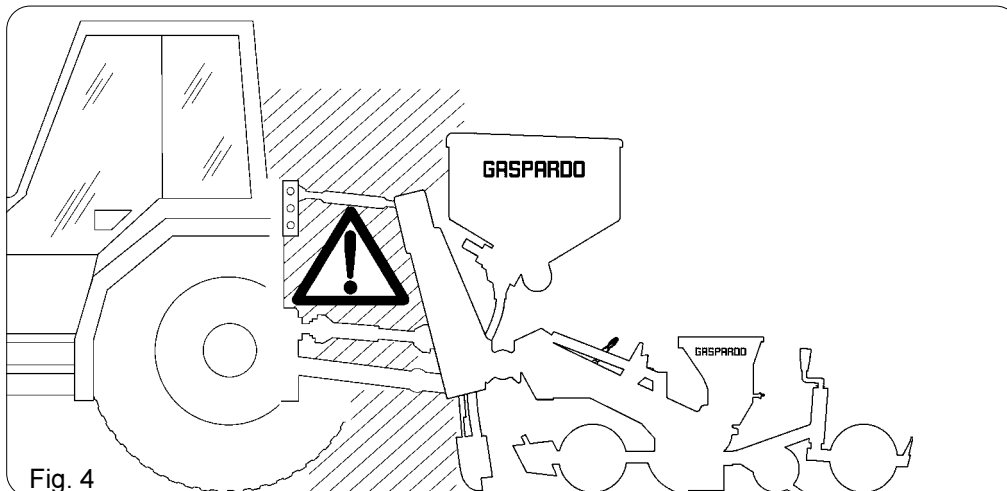

Fig. 4
- 25) È assolutamente vietato interporre fra il trattore e l'attacco per manovrare il comando dall'esterno per il sollevamento (Fig. 4).
- 25) *It is absolutely forbidden to stand between the tractor and linkage for manoeuvring the lifting controls from the outside (Fig. 4).*
- 25) Es ist strengstens verboten zwischen den Schlepper und den Anschluß zu treten, um die Hubsteuerung von aussen zu betätigen (Abb. 4).
- 25) *Il est absolument interdit de se mettre entre le tracteur et l'attelage pour manoeuvrer la commande de levage de l'extérieur (Fig. 4).*
- 25) Es absolutamente prohibido colocarse entre el tractor y el gancho para mover el mando de elevación, desde el exterior. (Fig. 4).